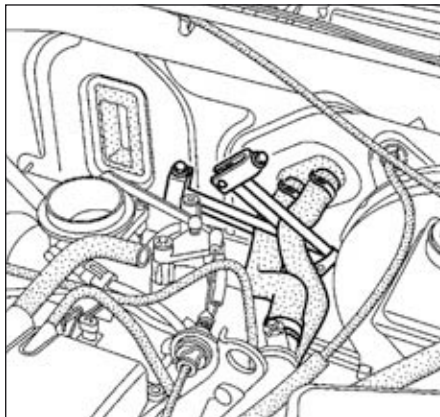

FIG.43
- Mettre en place des pince-Durits sur les durites des canalisations du radiateur de chauffage (Fig.43).